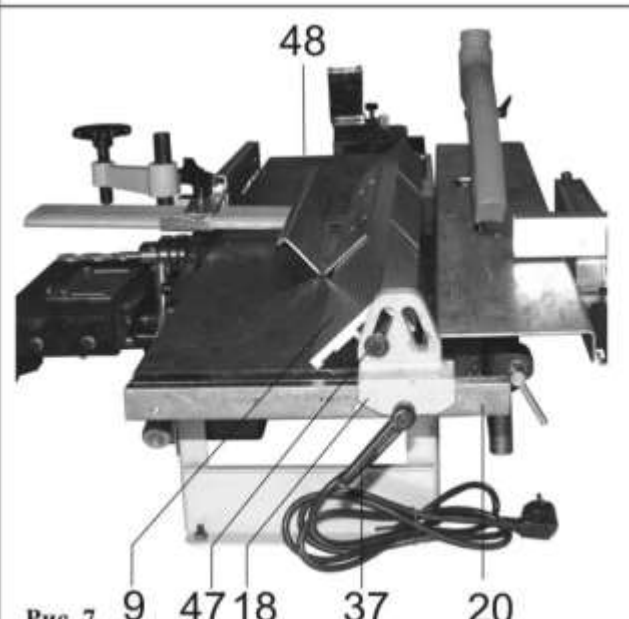

Рис. 7
### 8.5. Установка направляющей планки (Рис. 7)
8.5.1. Как показано на Рис. 7, на направляющей (20) установите и ручкой фиксации (37) закрепите ползун (18) направляющей планки (9).